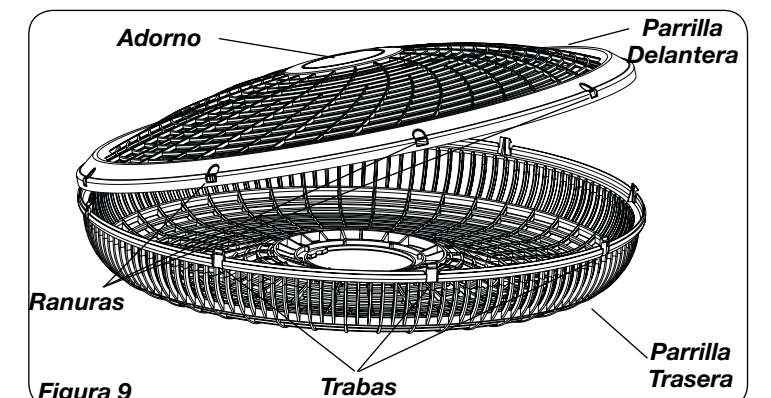

Figura 9
5. Con el cabezal del ventilador en posición vertical, alinee el **Adorno** de la **Parrilla Delantera** de modo que quede horizontal y con el lado debido hacia arriba. Empiece en la parte superior de la parrilla y siga hacia abajo, insertando las **Trabas** de la **Parrilla Trasera** en las **Ranuras** de la **Parrilla Delantera**. (*Figura 9*)